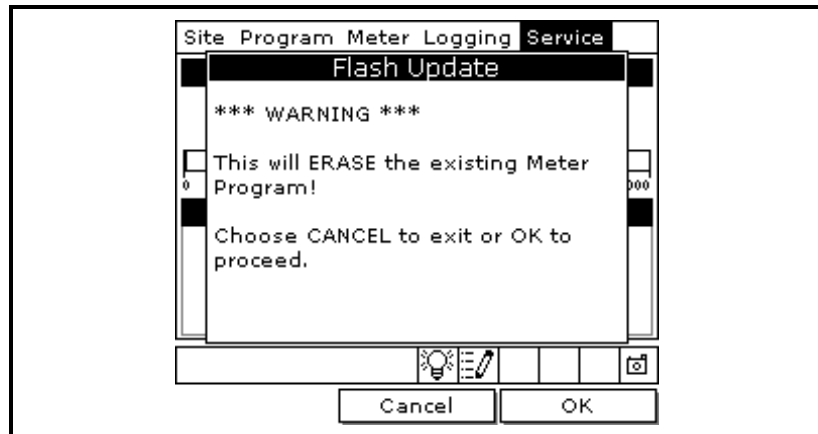

Figura 5-4: La ventana de Flash Update
3. Use las teclas de flecha para desplazarse a **Flash Update** y oprima [ENTER]. La pantalla se parece a la Figura 5-4 a continuación.